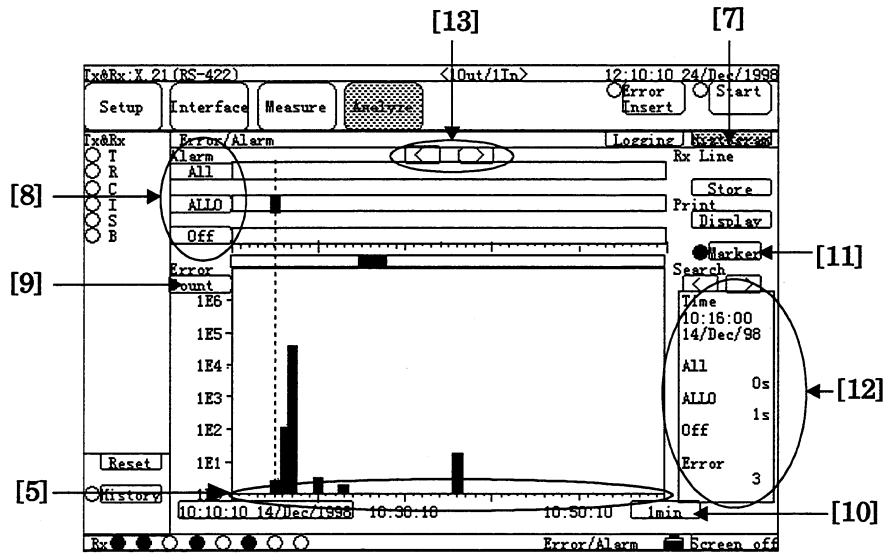

図 6.1-33 Analyze : Error/Alarm 画面の Histogram
- (2.4) "Histogram resolution"ボタン[4]を押すと、Histogram resolution ダイアログボックスが現れます。図 6.1-33に示される Histogram の時間軸分解能[5]を設定します。ここでは、"1s"ボタンを選択して、"Set"ボタンを押します。
- (2.5) "Analyze"ボタン[6]を押すと、Analyze ダイアログボックスが現れるので、"Error / Alarm"ボタンを選択して、"Set"ボタンを押します。"Histogram"ボタン[7]を押して、Histogram 副画面(図 6.1-33)を表示させます。
測定中および測定終了後に **Analyze:Error/Alarm** 画面を選択すると、図 6.1-33に示されるように、